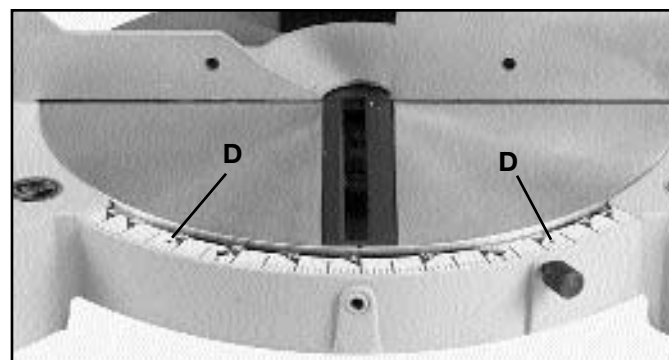

Fig. 14
Su sierra de ingletes compuesta cuenta con topes positivos para la mesa en las posiciones de 0, 22-1/2, 30 y 45 grados de izquierda y derecha. Se proporcionan dos triángulos indicadores (D) Fig. 14 para fijar la mesa rápidamente a los ángulos de ingletes de 31-5/8 grados a izquierda o derecha para cortar moldeaduras coronadas, como se explicará más adelante en este manual.